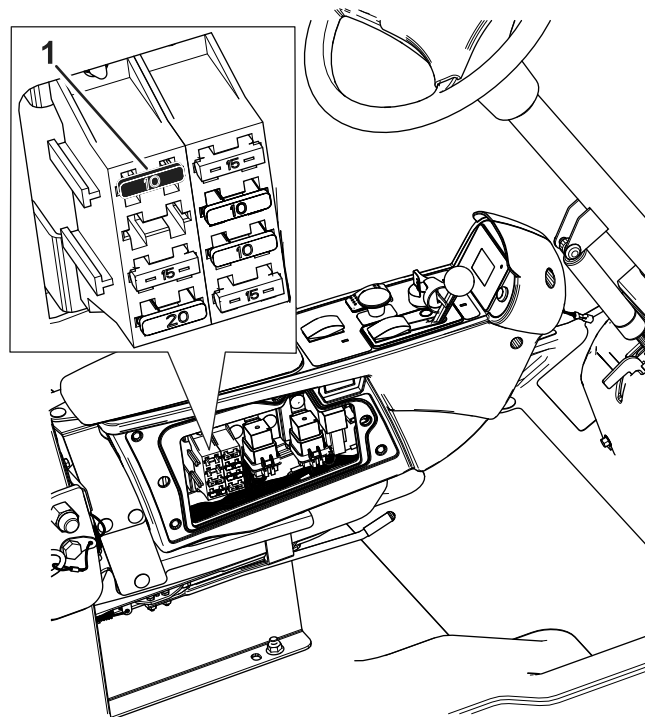

Figura 5
7. Montate il fusibile 10 A nel blocco fusibili come mostrato in Figura 5.